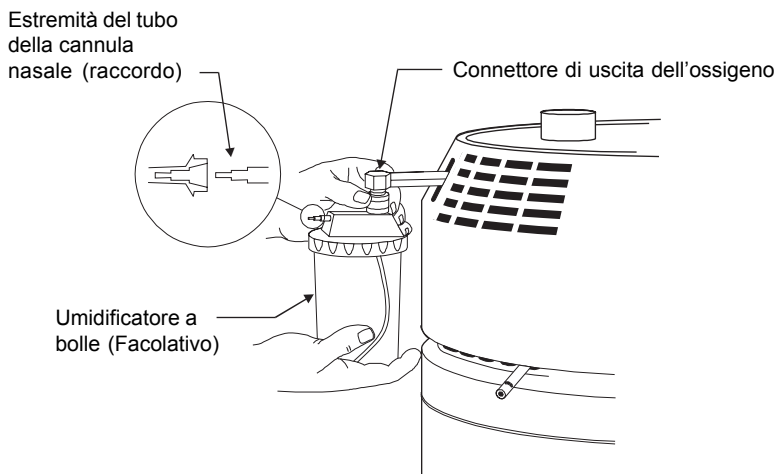

Figura 5 - Preparazione dell'unità Stazionaria per la respirazione
1. Se si utilizza un *Umidificatore a bolle* riempirlo con acqua distillata fino al livello indicato nelle istruzioni dell'umidificatore. Fissare l'*Umidificatore* al *connettore di uscita dell'ossigeno* dell'unità Stazionaria (Figura 5).